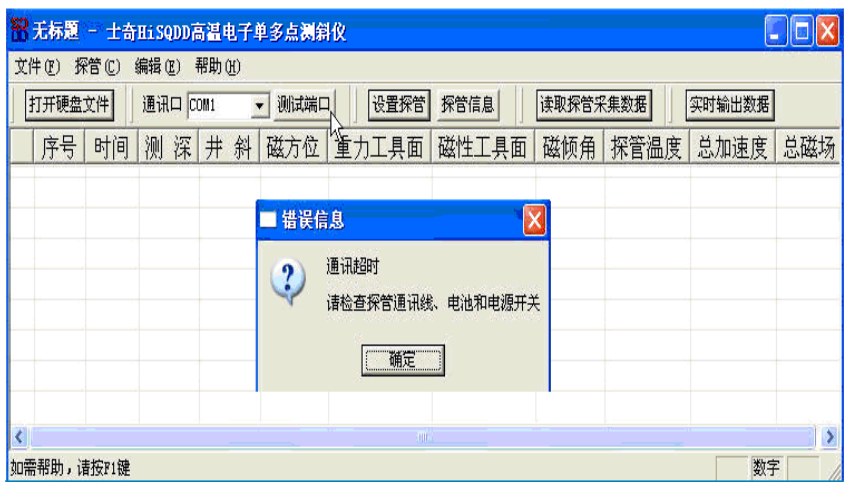

图 5
2. 通讯口设置完成后，单击测试端口钮，如出现通讯超时提示，屏幕显示如图 5 所示。此时应检查通讯线缆是否连接正确、电池是否有电并拧紧、探管电源开关是否闭合，或重新选择设置探管通讯端口。